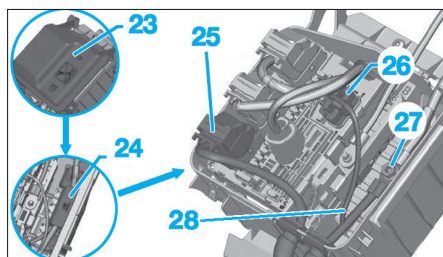

Fig. 72
- Déposer le couvercle de boîte à fusibles (23) (**Fig.72**).
- Dégraffer l'étui de protection (24).
- le connecteur (25),
- le connecteur (26).
- Déposer l'écrou (27).
- Ecarter le faisceau (28) qui sera déposé avec le moteur.